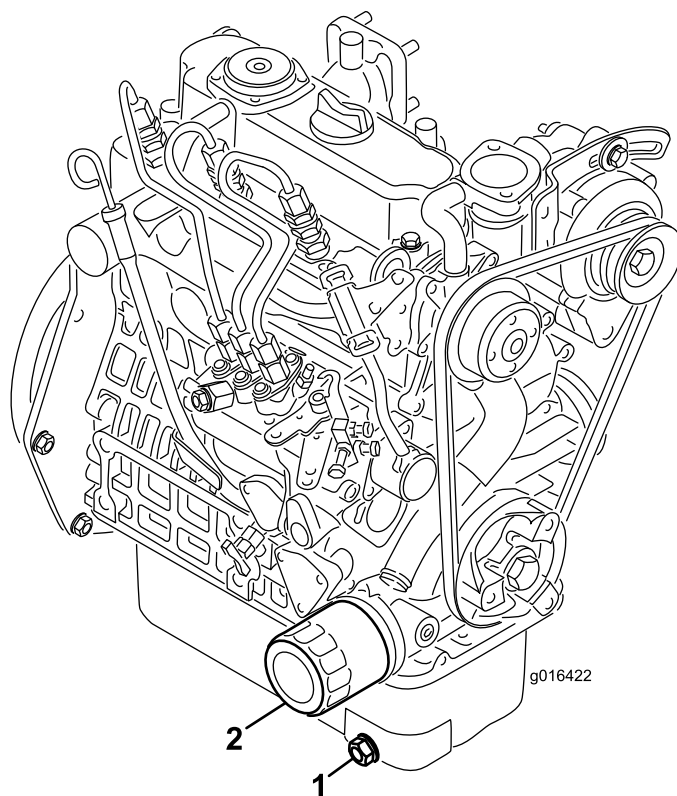

Figura 39
1. Retire o tampão de escoamento (Figura 39) e deixe o óleo escorrer para um recipiente adequado. Quando o óleo parar, volte a montar o tampão de escoamento.